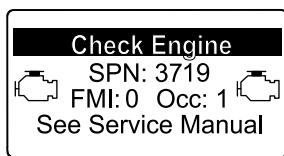

Figura 58
- Aviso do motor SPN 3719, FMI 0 (Figura 58)